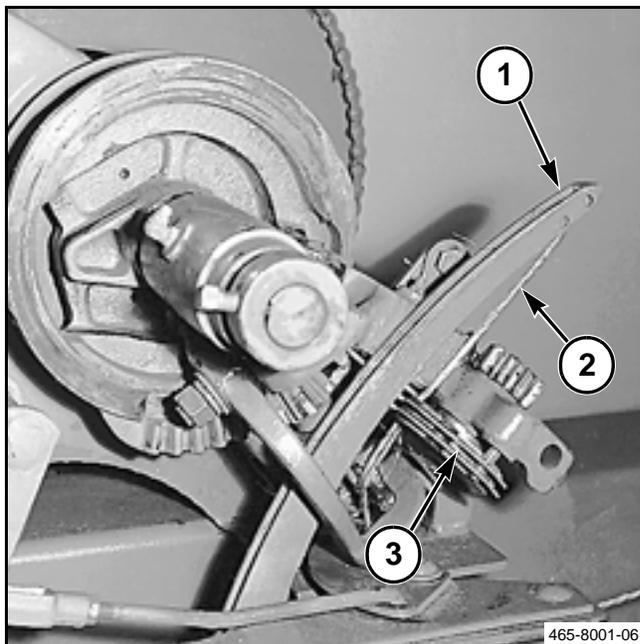

FIG. 41
FIG. 41: La aguja (1) coloca el cordel (2) en la ranura del disco (3) a medida que el disco del cordel gira. El disco del cordel gira 1/4 de vuelta, tirando del cordel entre el portacordel y el disco del cordel. Esto sujeta los cordeles mientras se ata el nudo y mientras el fardo se forma.